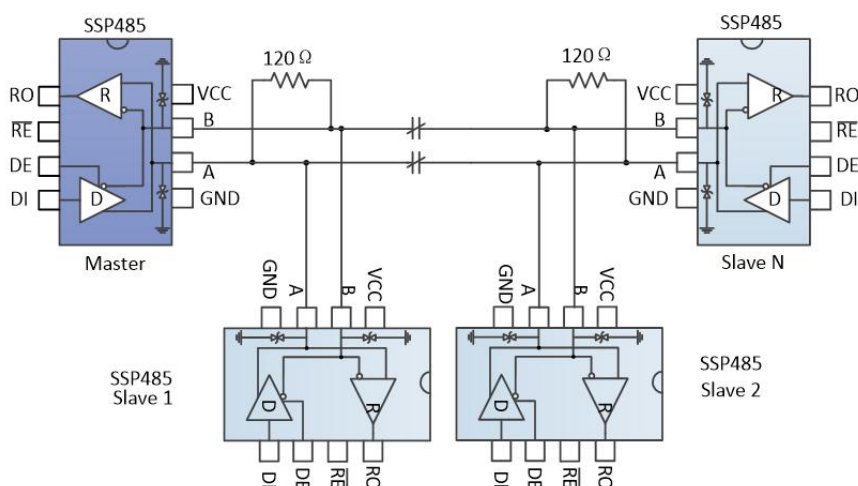

图 9 总线式 RS485 半双工通讯网络
4.1 总线式组网：SSP485 RS485 收发器设计用于多点总线传输线上的双向数据通信。图 9 显示了典型网络应用电路。这些器件也能用作电缆长于 4000 英尺的线性转发器，为减小反射，应当在传输线两端以其特性阻抗进行终端匹配，主干线以外的分支连线长度应尽可能短。